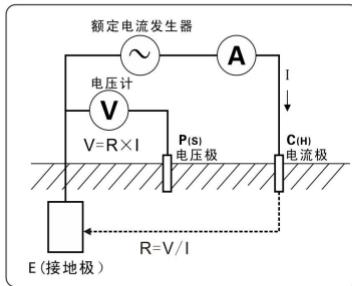

图 1 (接地测量原理图)
2. 接地电阻测量采用额定电流变极法，即在测量对象 **E** 接地极和 **C(H)** 电流极之间流动交流额定电流 **I**，求取 **E** 接地极和 **P(S)** 电压极的电位差 **V**，并根据公式 $R=V/I$ 计算接地电阻值 **R**。为了保证测试的精度，设计了四线法，增加 **ES** 辅助地极，实际测试时 **ES** 与 **E** 夹在接地体的同一点上。四线法测试能消除被测接地体、辅助接地棒、测试夹、仪表输入接口表面之间的接触电阻(通常有污垢或生锈)对测量的影响，能消除线阻对测量的影响，更精密。如图 1。